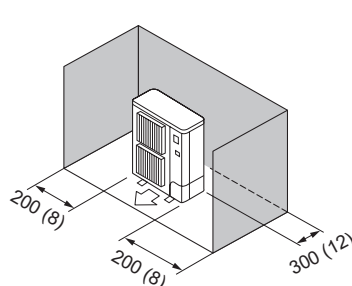

Fig. 2-8
- (3) Obstáculos sólo en la parte trasera y los laterales (Fig. 2-8)